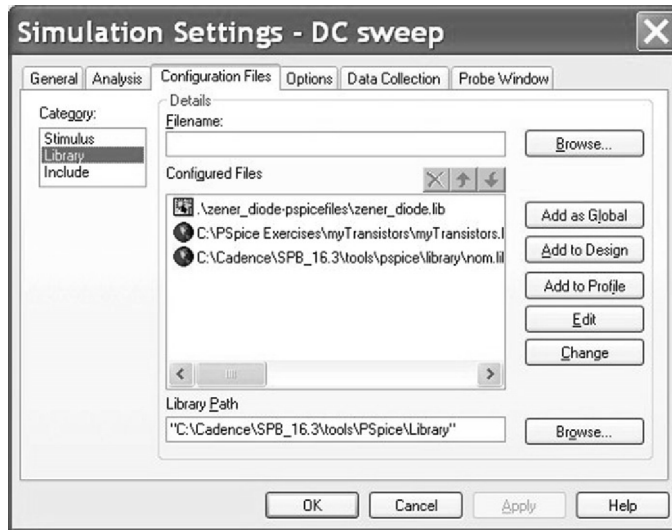

图 16.20 添加 Zener\_diode.lib 为项目元器件库
8. 编辑仿真设置文件。选择 **Configuration Files > Library** 对元器件库进行配置，以确保 zener\_diode.lib 元器件库添加到配置文件中。如图 16.20 所示，元器件库可以按照如下两种类型进行添加， 代表局部元器件库，即该元器件库只能用于该仿真项目，不能为别的仿真项目使用； 代表全局元器件库，即该元器件库可以被所有仿真项目使用。nom.lib 为全局仿真库，里面包含所有 PSpice 库文件，可以被所有仿真项目使用。